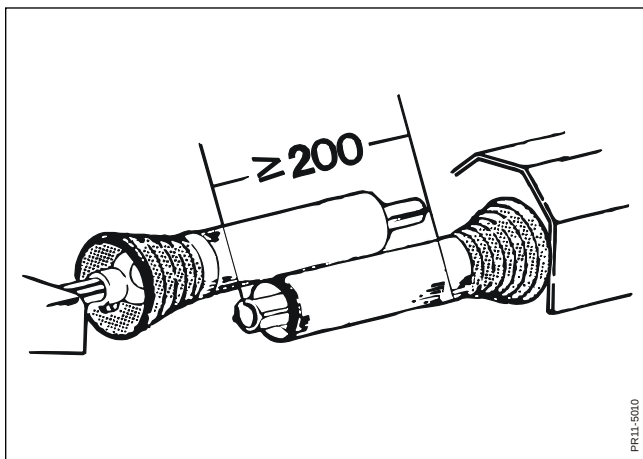

Fig. 3
- FIG. 3** Kraftoverføringen påsættes traktors kraftudtag, og det afprøves, om akslen har mindst 200 mm indgreb i arbejdsstilling. Desuden påses det, at den har fri bevægelsesmulighed både i hævet og sænket stilling. Er akslen for lang, kan rørene afkortes til den ønskede længde.